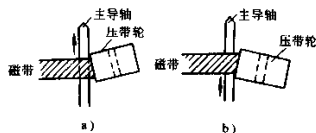

图 7-31 压带轮与主导轴不平行示意图
(5) 压带轮与主导轴的贴压必须是平行地贴压，否则会造成磁带在主导轴上向上或向下跑动，如图 7-31 所示。其中图 a 所示不平行将造成磁带上跑；图 b 所示将造成磁带下跑，无论是上跑还是下跑，都会引起磁带边缘起皱和抖动失真。